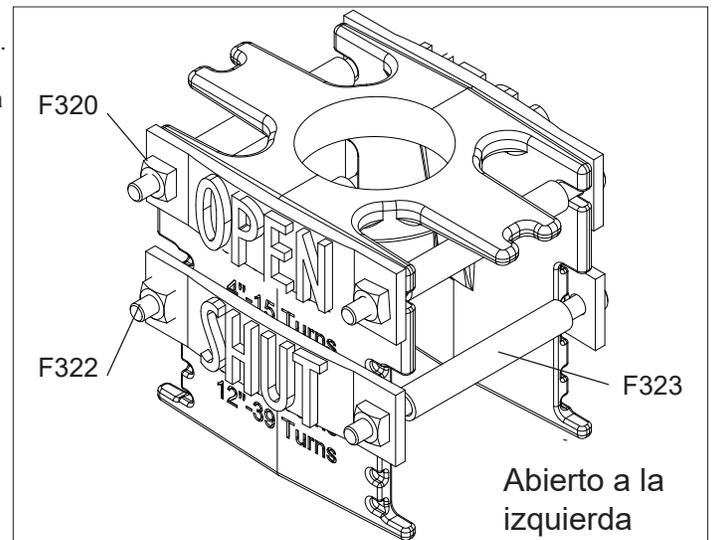

Fig. 2B
Para una válvula "abierta a la izquierda", el letrero "ABIERTO" debe montarse sobre el letrero "CERRAR". (Fig. 2B) Para una válvula de "abrir a la derecha", el letrero de "CERRAR" debe montarse sobre el letrero de "ABRIR". (Figura 2C).
3. Si el indicador de poste se va a montar en una válvula izquierda abierta, la placa "ABIERTA" (F321) permanece en la posición superior del objetivo (F318). (Ver Fig. 2B).
NOTA: Para una válvula "abierto a la izquierda", el letrero "ABIERTO" debe montarse sobre el letrero "CERRAR". (Fig. 2B) Para una válvula de "abrir a la derecha", el letrero de "CERRAR" debe montarse sobre el letrero de "ABRIR". (Fig. 2C) En septiembre de 2010, American AVK cambió los postes indicadores de la serie 34 de una válvula preestablecida de 4 pulgadas a una válvula preestablecida de 6 pulgadas. Consulte "AJUSTE DEL OBJETIVO (PARA INDICADORES TIPO SERIE 3400):"